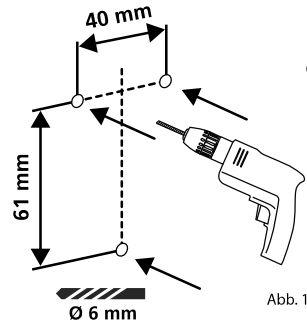

Abb. 1
- 1 Bohren Sie drei Löcher gemäß den in der Abbildung aufgezeigten Abmessungen. Nutzen Sie einen Bohrer mit 6 mm Durchmesser (Abb. 1).